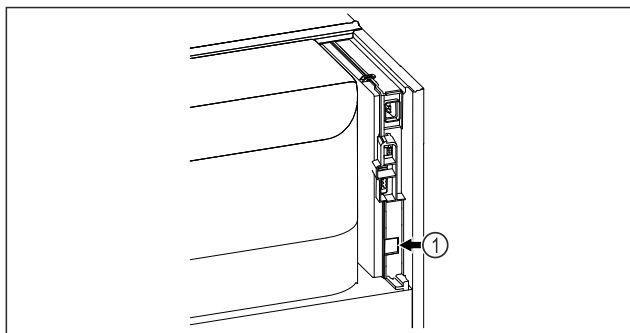

Fig. 90
- ☐ Je používán SmartModule Fig. 90 (1).